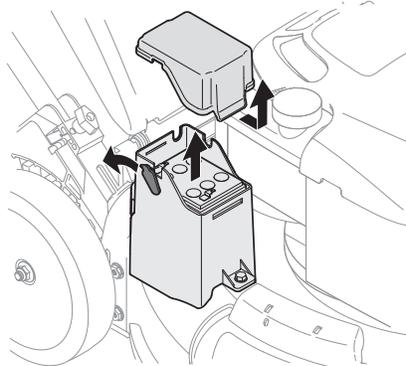

Figure 4-4
2. Débranchez le câble positif et le câble négatif de la batterie, puis soulevez la batterie pour la retirer de l'appareil. Voir Figure 4-4.